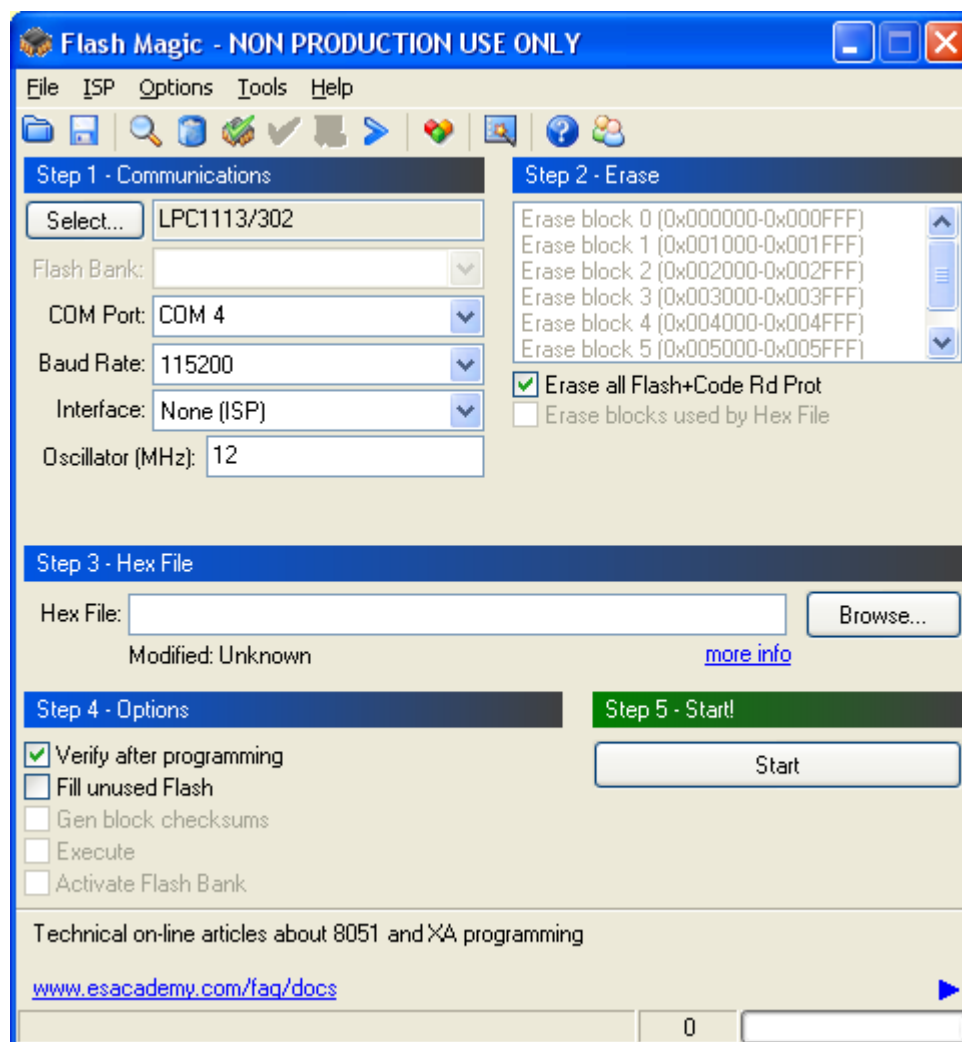

Рис. 54
- 2.2. Запустить программу (Flash Magic) на PC  Flash Magic и в основном окне программы (Рис. 54) установить следующие параметры:
- 2.2.3. В выпадающем меню «Baud Rate:» установить скорость обмена 115200 (Рис. 54).
- 2.2.4. В выпадающем меню «Interface:» установить параметр «None (ISP)» (Рис. 54).
- 2.2.5. В поле «Oscillator (MHz):» установить значение 12 (Рис. 54).
- 2.2.6. Отметить дополнительные параметры «Erase all Flash+Code Rd Prot» и «Verify after programming» (Рис. 54).